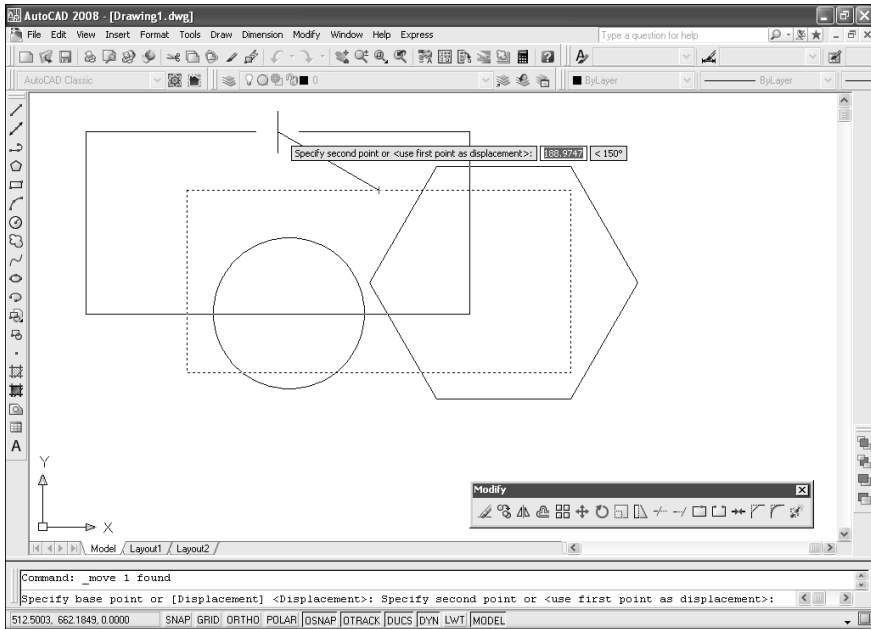

Рис. 4.8. Задание точки смещения
5. Задайте точку смещения (рис. 4.8). AutoCAD переместит объект и завершит выполнение команды MOVE (ПЕРЕНЕСТИ).